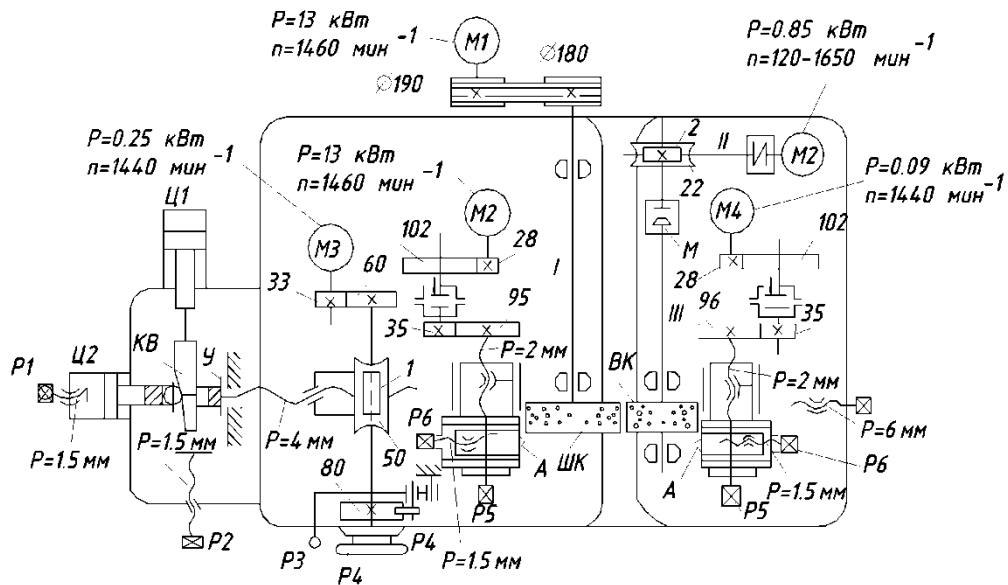

Рис. 2
11. Какая передача используется в приводе подачи (Рис. 2) для преобразования вращательного движения в поступательное?
15. Составьте уравнение кинематического баланса по схеме на рис. 2.
16. Определите скорость подачи шпинделя (см. рис. 2) в мм/об. при $n_{шп} = 2000 \text{ мин}^{-1}$, $n_3 = 1000 \text{ мин}^{-1}$, $Z_1 = 20$, $Z_2 = 50$, шаге ходового винта $t_{х.в.} = 10$ мм и числе заходов винта $k=1$.